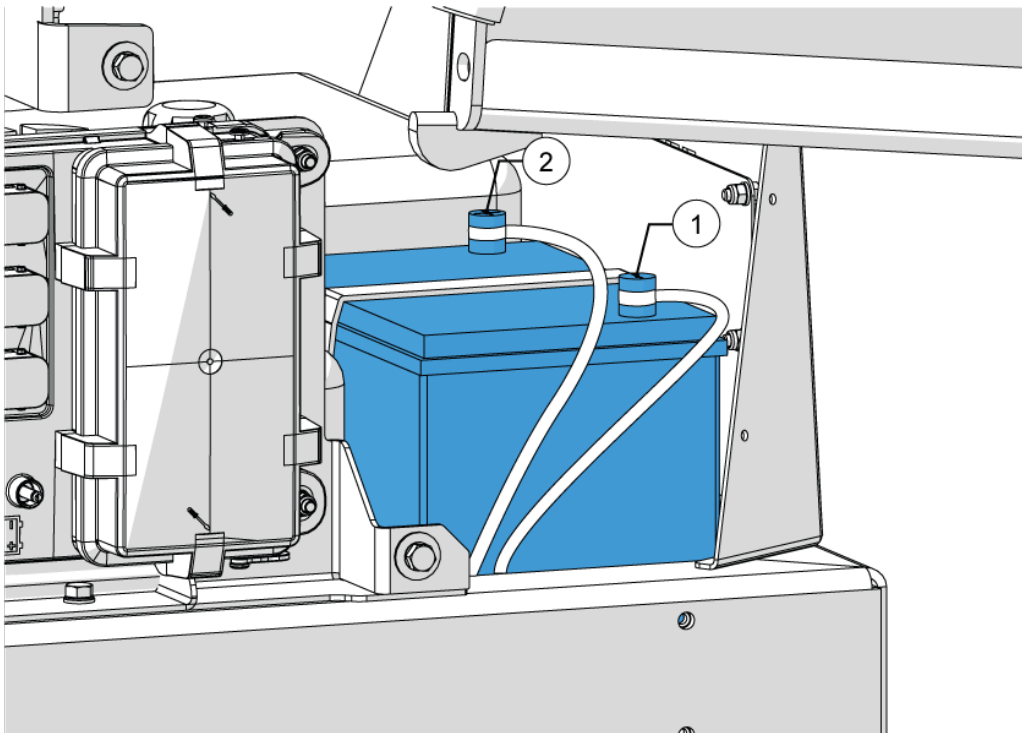

Figure 71 - Bornes de la batterie
5. Débranchez d'abord le fil négatif de la batterie (1, Figure 71), puis le fil positif (2, Figure 71).
11. Branchez d'abord le fil positif de la batterie (2, Figure 71), puis le fil négatif (1, Figure 71).